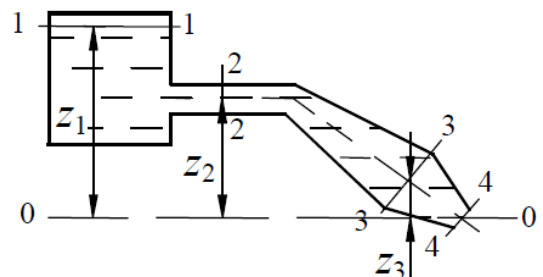

Рис. 3.6
8) Из резервуара вытекает вода по трубопроводу переменного сечения с площадями $\omega_1 = 5,0 \text{ м}^2$, $\omega_2 = 0,015 \text{ м}^2$, $\omega_3 = 0,04 \text{ м}^2$, $\omega_4 = 0,02 \text{ м}^2$ (рис. 3.6). Расстояния от плоскости сравнения до центра тяжести сечений соответственно: $z_1 = 4,0 \text{ м}$, $z_2 = 2,0 \text{ м}$, $z_3 = 0,5 \text{ м}$, $z_4 = 0$. Абсолютное давление на